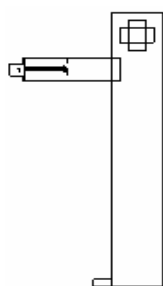

Рис. 4.23
5. Нажмите клавишу **Tab** снова, чтобы открыть диалоговое окно **Enter Coordinates**. Отметьте переключатель **Re**, чтобы установить относительные координаты. Введите **-0.4** в поле **dx**, введите **-0.2** в поле **dy** и нажмите **OK**. Прямоугольный проводник будет отображён в окне электромагнитной структуры (рис. 4.23).